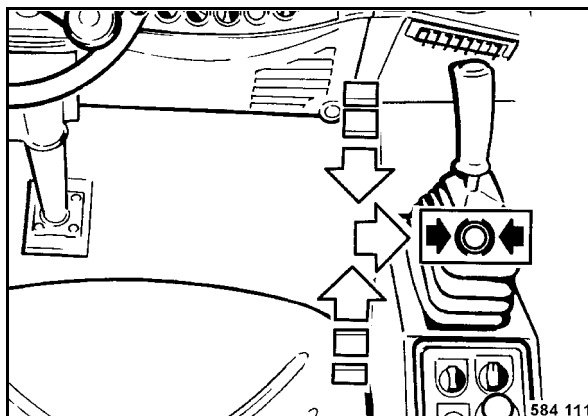

Fig. 50
- Colocar la palanca de marcha (Fig. 50) poco a poco en posición "Neutral" y encajarla hacia la derecha en posición de frenado.